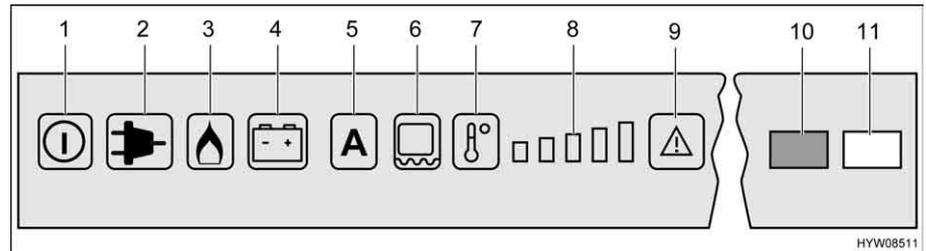

Fig. 218 Boutons de commande pour le réfrigérateur (Dometic RMD)
Quand le mode de fonctionnement est réglé sur "AES", qu'**aucune** alimentation 230 V n'est raccordée et que le moteur du véhicule est à **l'arrêt**, l'AES choisira l'alimentation en gaz. Dès que le fonctionnement au gaz est activé, la veilleuse de sécurité s'ouvre automatiquement, de sorte que le gaz peut arriver au brûleur. En même temps, l'allumage électronique est connecté. Si la flamme s'éteint, p. ex. en raison d'un courant d'air, l'allumage s'active automatiquement et rallume le gaz. En cas de dérangement du régime au gaz, les touches lumineuses "Gaz" (Fig. 218,3) et "Dérangement" (Fig. 218,9) clignotent. Le voyant de contrôle "Dérangement" (Fig. 218,10) s'allume et une alarme acoustique retentit pendant 20 secondes.
Lorsque le réfrigérateur est mis en marche, il choisit automatiquement la température moyenne du thermostat. Ce réglage peut cependant être corrigé manuellement à l'aide de la touche de sélection du degré de température (Fig. 218,7). Les voyants de contrôle (Fig. 218,8) indiquent le réglage du thermostat sélectionné. La température de réfrigération des trois types d'énergie se règle avec la touche de sélection du degré de température. Il faudra attendre quelques heures jusqu'à ce que le réfrigérateur ait atteint sa température normale de réfrigération. Il garde toutefois son réglage de température lorsqu'on change d'un mode à un autre. La température de réfrigération est maintenue indépendamment du type d'énergie choisi.
- Régler le chauffage du cadre pour une durée de 2 heures : Appuyer une fois sur la touche (Fig. 218,6). Une barre d'affichage des degrés de température (Fig. 218,8) s'allume.
- Régler le chauffage du cadre pour une durée de 5 heures : Appuyer deux fois sur la touche (Fig. 218,6). Deux barres d'affichage des degrés de température (Fig. 218,8) s'allument.
- Régler le chauffage du cadre sur fonctionnement permanent : Appuyer trois fois sur la touche (Fig. 218,6). Trois barres d'affichage des degrés de température (Fig. 218,8) s'allument.
L'affichage des degrés de température (Fig. 218,8) indique pendant quelques secondes la durée de fonctionnement du chauffage du cadre.
En cas de températures extérieures élevées et d'humidité importante de l'air, il est possible que des gouttes d'eau se forment au niveau du cadre métallique du compartiment congélation. C'est pourquoi le réfrigérateur est équipé d'un chauffage du cadre pour le compartiment congélation. En cas de températures extérieures élevées et d'humidité importante de l'air, allumer le chauffage du cadre grâce à la touche (Fig. 218,6). Ceci permet d'éviter la corrosion. Lorsque le chauffage du cadre est activé, la touche lumineuse (Fig. 218,6) est allumée.
- Appuyer sur la touche Marche/Arrêt (Fig. 218,1) pendant env. 2 secondes. Le réfrigérateur s'enclenche, le dernier type d'énergie choisi ou "AES" est indiqué.
- Régler la température de réfrigération souhaitée à l'aide de la touche de sélection du degré de température (Fig. 218,7). Les voyants de contrôle (Fig. 218,8) indiquent le réglage du thermostat sélectionné.
- Appuyer sur la touche Marche/Arrêt (Fig. 218,1) pendant env. 2 secondes. Le réfrigérateur s'éteint, plus aucun indicateur n'est allumé.